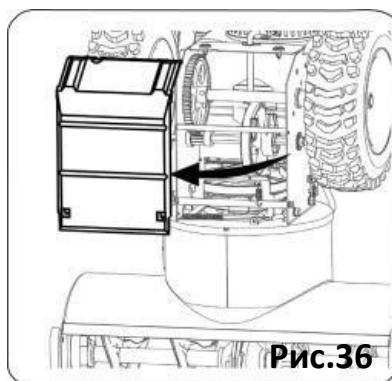

Рис.36
- Осторожно поверните снегоборщик вверх и вперед так, чтобы он опирался на корпус шнека. Снимите крышку рамы с нижней стороны снегоуборочной машины, сняв четыре винта, которые закрепляют его см.рис.36.